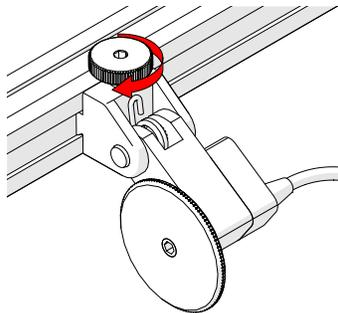

Fig. 36 - Tighten knob
2. Tighten the encoder knob (Fig. 36).